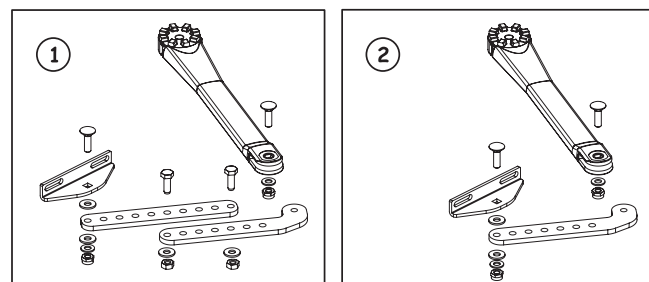

Fig. 3
- Ensamble el brazo del operador como se muestra en la Fig. 3 ref. ① o ② en función de la cota determinada.